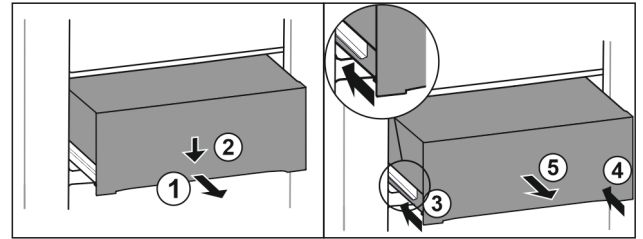

Fig. 190
- Schubfach halb herausziehen. Fig. 190 (1)
- Schubfach an der Vorderseite nach unten drücken. Fig. 190 (2)
- Linke Schiene etwa 2 cm einschieben. Fig. 190 (3)
- Rechte Schiene etwa 2 cm einschieben. Fig. 190 (4)
- Schubfach nach vorne entnehmen. Fig. 190 (5)